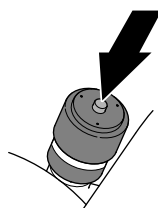

Figure 66
6. Si une bande rouge est visible dans l'indicateur de colmatage, appuyez sur le bouton de réinitialisation au bout de l'indicateur (Figure 66).